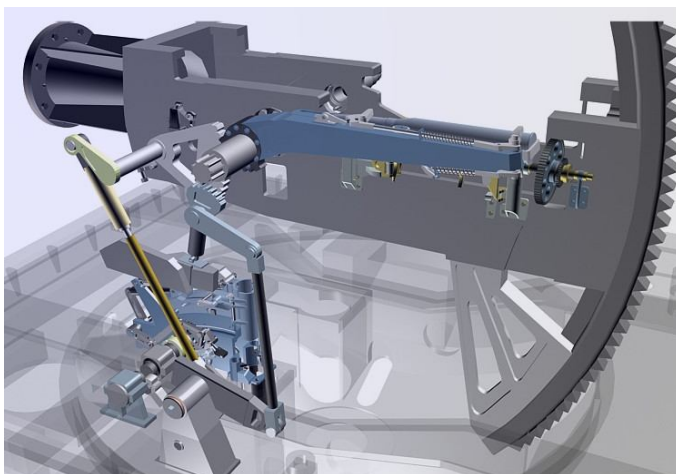

Рис. 5.5. Изображение передаточного механизма
- разработка 2D-иллюстраций на основе 3D-моделей с использованием XVL Studio 3D Corel Edition и Corel DESIGNER (рис. 5.5);